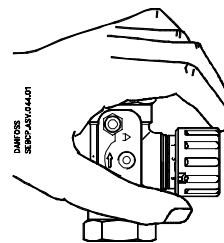
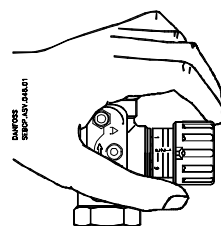

Fig. 5
Fig. 7
- Drej ventilens håndtag mod uret til stop, så ventilen åbnes helt. Markeringen på håndtaget står nu ud for »0« på skalaen (fig. 5).
- Fasthold håndtaget på indstillingen med hånden (fx 2,2), og drej med en 6-kantnøgle spindlen i bund mod uret, indtil der mærkes et anslag (fig. 7). Drej ventilens håndtag mod uret til stop, så markeringen på håndtaget står ud for »0« på skalaen (fig. 5). Ventilen er nu åbnet så mange omgange fra lukket position (fx 2,2), som det ønskede flow er omregnet til.
- Turn the valve knob fully counterclockwise to open the valve. The mark on the knob will now be opposite »0« on the scale (fig. 5).
- Hold the knob to keep the setting (e.g. 2.2) and using a hexagon socket key turn the spindle fully counterclockwise (until a stop can be felt), (fig. 7).
- Turn the valve knob fully counterclockwise so that the mark on the knob is opposite »0« on the scale (fig. 5). The valve is now open as many turns from the closed position (2.2) as indicated by the conversion from required flow.
- Den Handgriff des Ventils gegen den Uhrzeigersinn bis auf Anschlag drehen, um das Ventil gänzlich zu öffnen. Die Markierung des Handgriffs steht jetzt auf Position »0« der Skala (Abb. 5).
- Den Handgriff mit der Hand in dieser Position festhalten (z.B. 2,2), und die Spindel mit einem Imbusschlüssel gegen den Uhrzeigersinn drehen, bis ein Anschlag spürbar ist (Abb. 7).
- Den Handgriff des Ventils gegen den Uhrzeigersinn bis auf Anschlag drehen, so daß die Markierung am Handgriff auf Position »0« der Skala steht (Abb. 5). Das Ventil ist jetzt auf die dem gewünschten Durchfluß entsprechende Anzahl Umdrehungen ausgehend von der geschlossenen Stellung (z.B. 2,2) eingestellt.